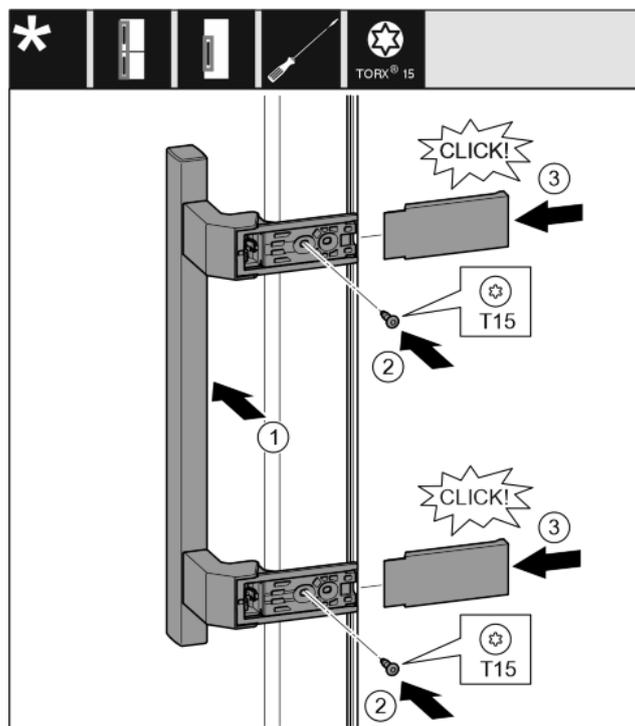

Fig. 31
- ▶ Poser la poignée sur le côté opposé. Fig. 31 (1)
- ▶ Serrer les vis avec un tournevis T15. Fig. 31 (2)
- ▶ Mettre en place les caches latéralement et les enfiler. Fig. 31 (3)